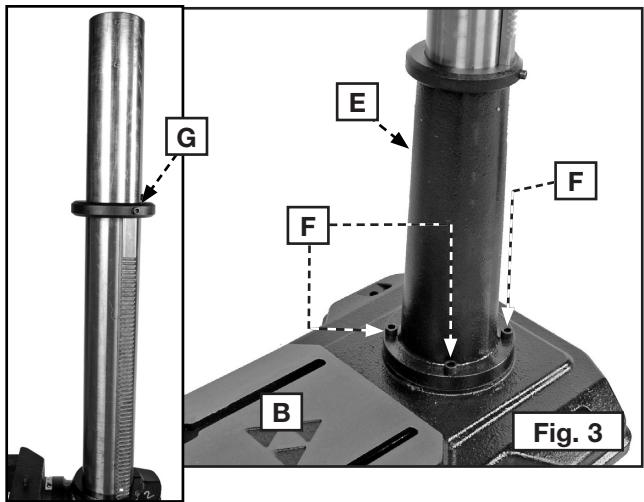

Fig. 3
1. Fije la columna (E) Fig. 3 a la base (B) con los cuatro tornillos ensamblados con cabeza para casquillo de M10 x 40 mm (F), tres de los cuales aparecen en la imagen.
NOTA: Verifique que el tornillo (G) (Fig. 3, recuadro) esté orientado hacia la parte posterior de la prensa de taladro.